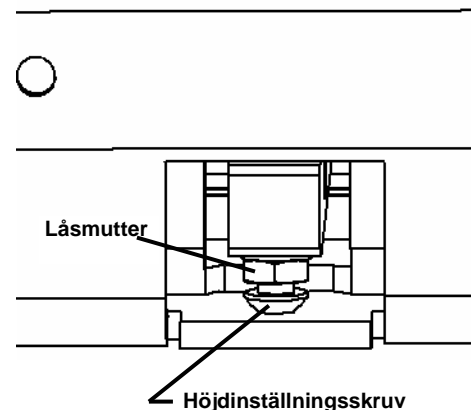

Bild 4-16
2. Lossa låsmuttern på vardera sida av inställningsskruvarna till de två vakuumhuvudena. Man kommer åt dem genom utskärningar i ramen på maskinens framsida (se bild 4-16).